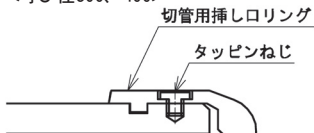

図79 タッピンねじの締め付け
- ⑤ プラスドライバを用いてタッピンねじを締め付けて切管用挿し口リングを固定する (切管用挿し口リングからねじの頭部が飛び出ない程度が目安 図79)。タッピンねじが所定の位置まで締め込められない場合は、⑨の手順に従い再加工を行う。